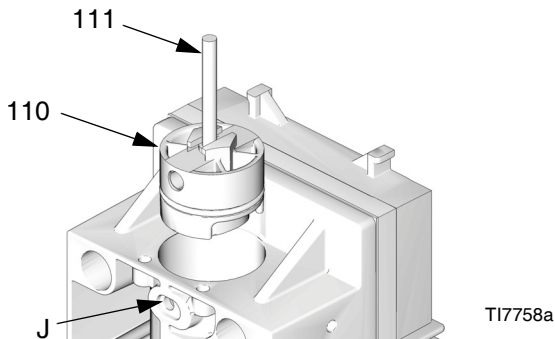

FIG. 10. Dépose des arrêteurs du piston
3. Consultez la FIG. 10. Retirez les goupilles de retenue (111) de leurs orifices (J). Inversez les goupilles et faites glisser les têtes dans les fentes des arrêteurs du piston (110). Utilisez les goupilles pour sortir les arrêteurs du piston.